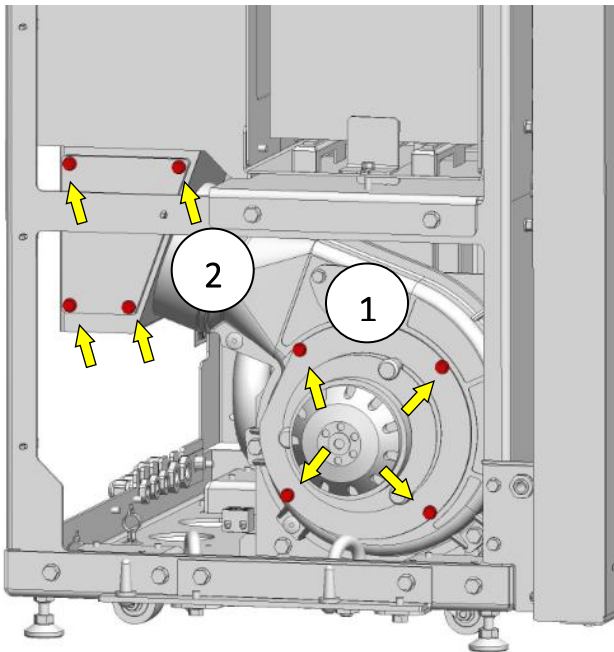

Abb. 46: Schrauben Gebläse + Schrauben Verbindungsstück
1. Die vier äußeren Schrauben des Gebläsemotors abschrauben (Abb. 46, 1). **Nicht** die inneren Schrauben (mit Gummidämpfer)!
3. Gebläsegehäuse und Rauchgaskanal zum Verbindungsstück des Schornsteins reinigen. Um den Rauchgaskanal nach der Reinigung aussaugen zu können, öffnen Sie die hierfür vorgesehene Reinigungsöffnung (Abb. 46, 2)